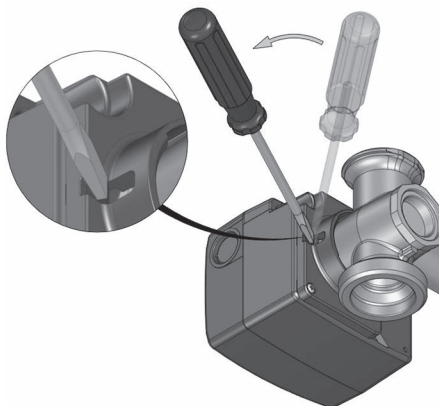

Abb. 13
1. Stellmotor mit der Hand vom Mischhahn abziehen. Gegebenenfalls Schlitzschraubendreher zu Hilfe nehmen und wie in Abbildung 13 beschrieben ansetzen.